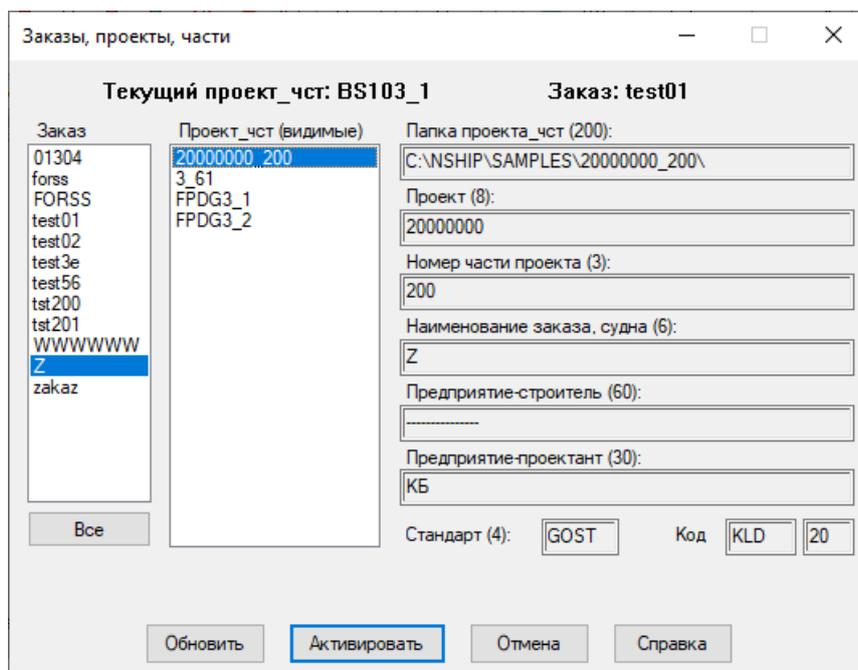

Рис. 12. Параметры выбранного проекта_чст
Далее выбор в списке **Проект_чст (видимые)** любого элемента (он не должен быть текущим, отраженным в верхней части окна) автоматически заполнит в правой части окна параметры выбранного проекта_чст: **Папка проекта_чст (200)**, **Проект (8)**, **Номер части проекта (3)**, **Наименование заказа, судна (6)**, **Предприятие-строитель (60)**, **Предприятие-проектант (30)**, **Стандарт (4)**, **Код** форм документации и внутренний номер завода (рис. 12). Если номер заказчика пришел из стороннего заказа и отсутствует в таблице plants.dbf, то поле предприятия-строителя будет заполнено минусами.